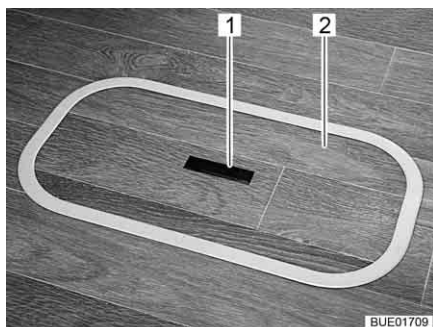
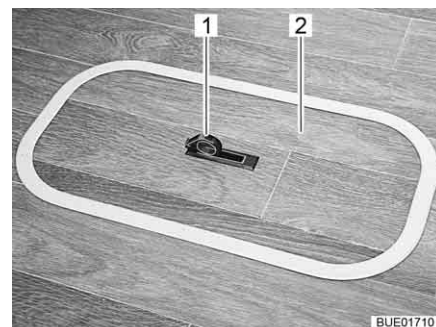

Fig. 85 Cubierta del compartimiento del fondo (tirador hundido)
Fig. 86 Cubierta del compartimiento del fondo (tirador girado hacia fuera)
- Presionar hacia abajo un lado de la placa de agarre (Fig. 85,1). El tirador (Fig. 86,1) girará hacia arriba.
- Quitar la cubierta (Fig. 85,2 ó bien Fig. 86,2) hacia arriba.